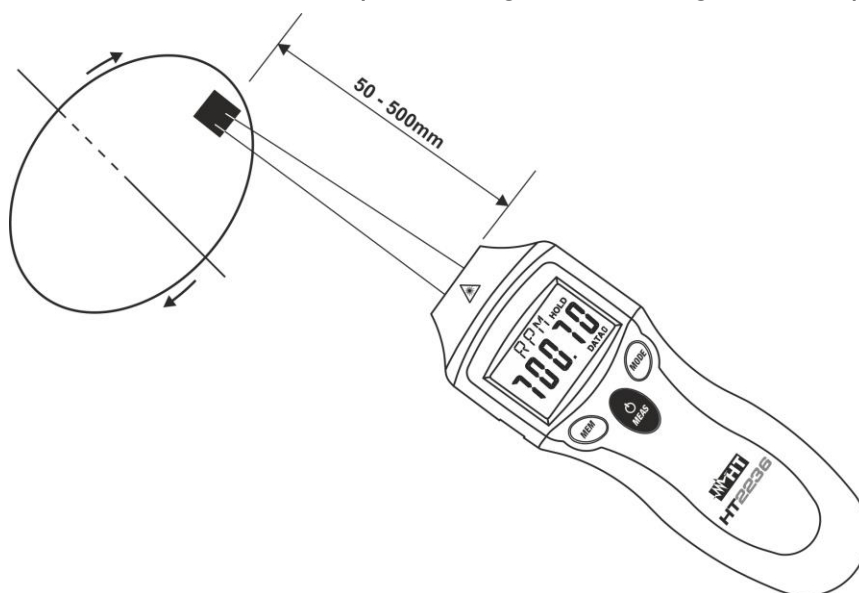

Abb. 2: Drehzahlmessung ohne Berührung (RPM)
8. Drücken und halten Sie die Taste **ON/MEAS** und richten Sie den Laserpointer gegen das reflektierende Band auf dem zu messenden Gegenstand (siehe Abb. 2) und führen Sie die Messung mit einem Abstand vom Gegenstand zwischen 50mm und 500mm durch.